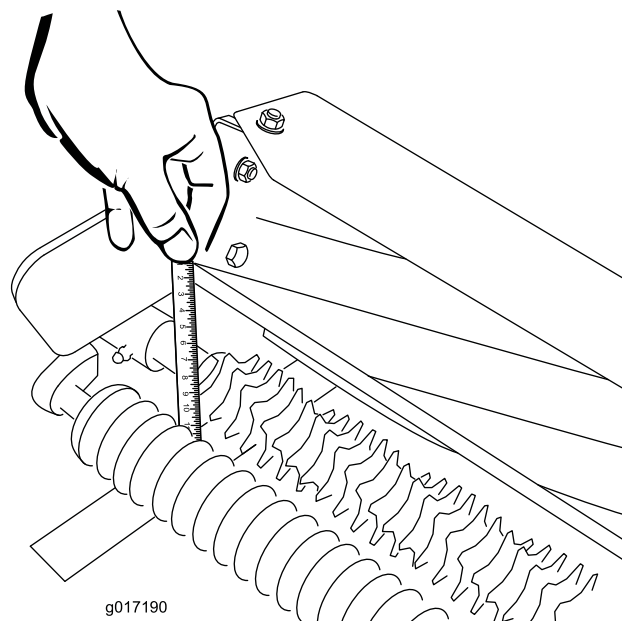

Bild 14
3. Messen Sie an einem Ende der Groomerspindel den Abstand von der niedrigsten Spitze des Groomermessers bis zur Arbeitsoberfläche (Bild 14). Heben Sie das Feineinstellrad an